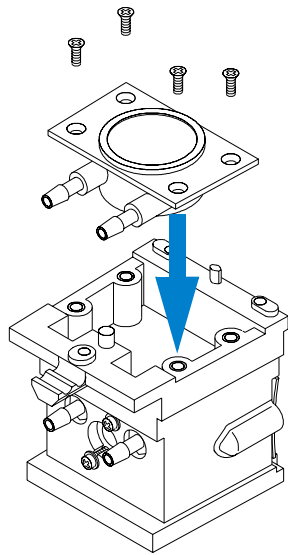

図 15 スターラの取付け
- 3 循環水式セルホルダの土台に空いた穴の部分にスターラを挿入します（図15参照）。